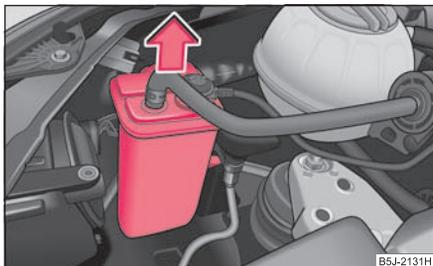

Fig. 208 Retirar el depósito de carbón activado
- En un vehículo con motor de gasolina tendrá que retirar primero el depósito de carbón activado antes de poder cambiar la bombilla del faro delantero derecho ⇒ fig. 208.